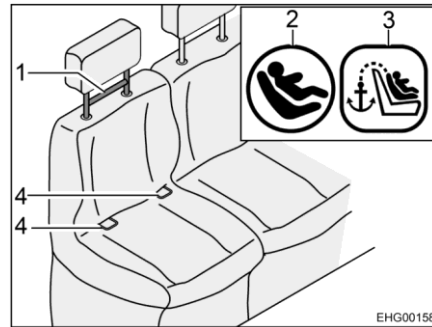
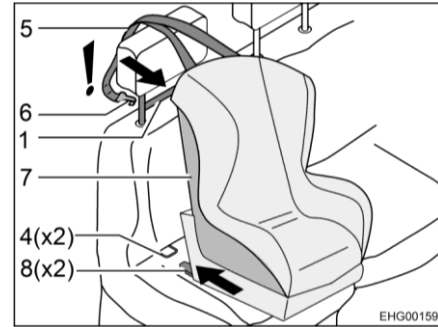

Fig. 20 Siège avec Isofix
Fig. 21 Fixation avec Isofix
Les sièges de véhicules adaptés à l'Isofix sont équipés du symbole Isofix (Fig. 20,2). La position du Top-Tether est signalée par un symbole (Fig. 20,3).
- Encliqueter les bras d'encliquetage (Fig. 21,8) dans les étriers de fixation (Fig. 20,4). Un cliquetis clair doit être entendu.
- Vérifiez à l'aide d'une forte secousse si le siège pour enfant (Fig. 21,7) est bien installé.
- Glissez la ceinture Top-Tether (Fig. 21,5) sur l'appuie-tête du siège du véhicule.
- Accrocher le crochet de fixation (Fig. 21,6) dans le Top-Tether (Fig. 20,1).